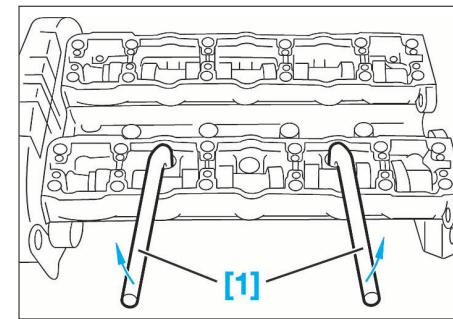

FIG. 32
- [1]. Levier de décollement de la culasse (ref : 149-T) (Fig.32).